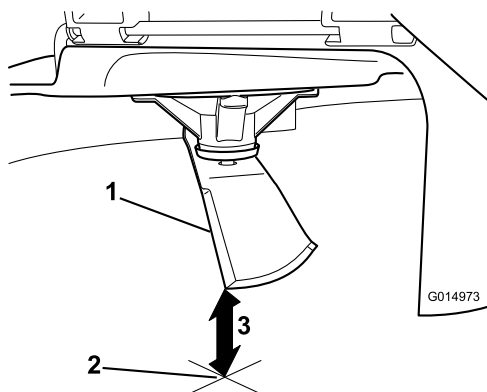

Figura 77
5. Misurate dalla punta della lama alla superficie piana (Figura 77).